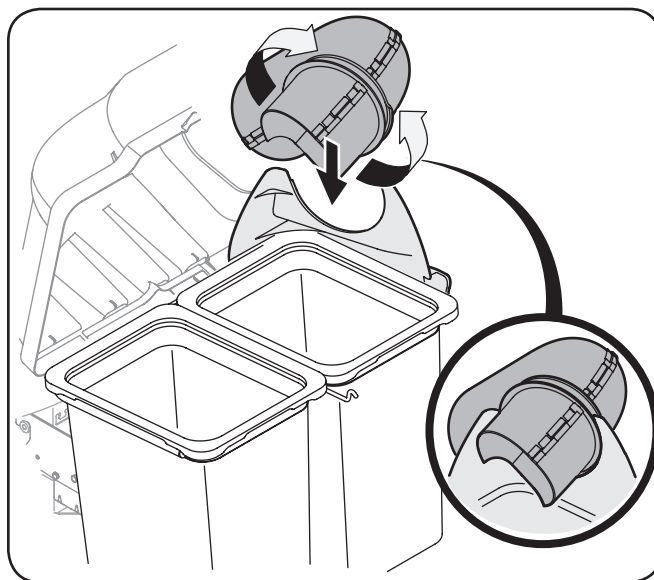

Figura 4-27
4. Siga haciendo bajar el canal de descarga por sobre el codo del canal hasta que la ranura del canal de descarga se alinea con el soporte del canal superior, como se muestra en el recuadro de la Figura 4-27.